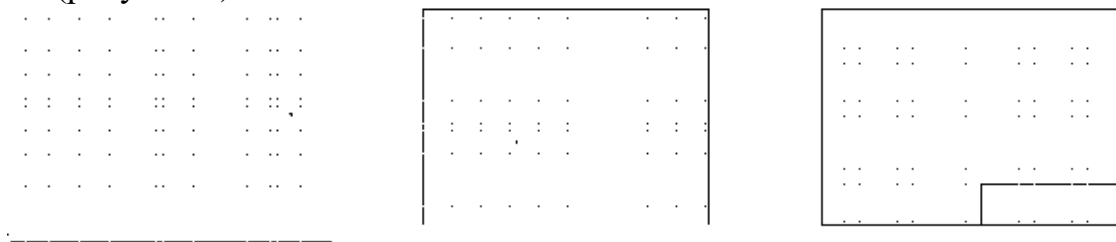

Рисунок 5-Рамка формата А3 (420x297 мм)
- 5 Переместить мышь вниз, ввести с клавиатуры 297 и нажать клавишу Enter или нажать правую клавишу мыши, в контекстном меню выбрать «Замкнуть» (рисунок 5).